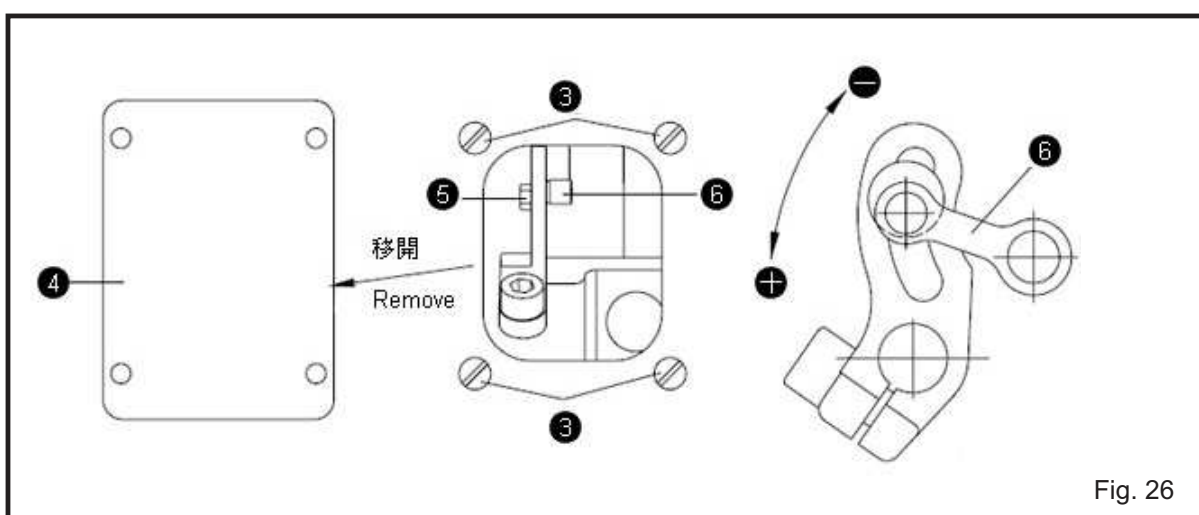

Fig. 26
2. Solução de ajuste 2: (Fig.26)